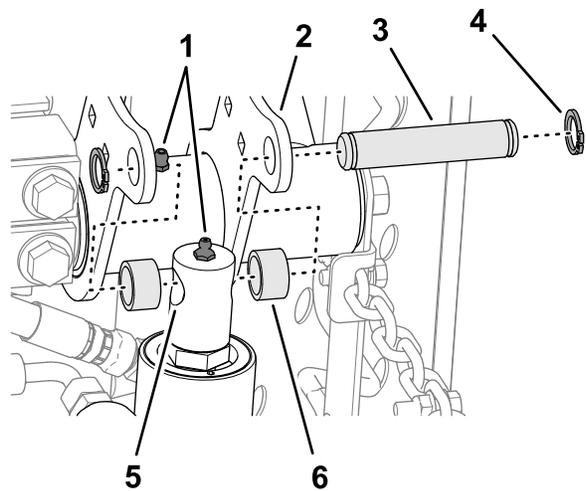

Figura 15
4. Mova lentamente a haste do cilindro de elevação até que esta fique alinhada com os orifícios nas flanges do braço de elevação direito (Figura 15).
5. Monte a haste nas flanges com o pino de montagem, dois espaçadores e dois anéis de encaixe (Figura 15).
6. Aplique massa lubrificante n.º 2 à base de lítio nos bocais de lubrificação do braço de elevação e do cilindro hidráulico (Figura 15).
- Alinhe os orifícios das placas da estrutura de suporte traseira com os orifícios nas placas de montagem da unidade de corte (Figura 15).